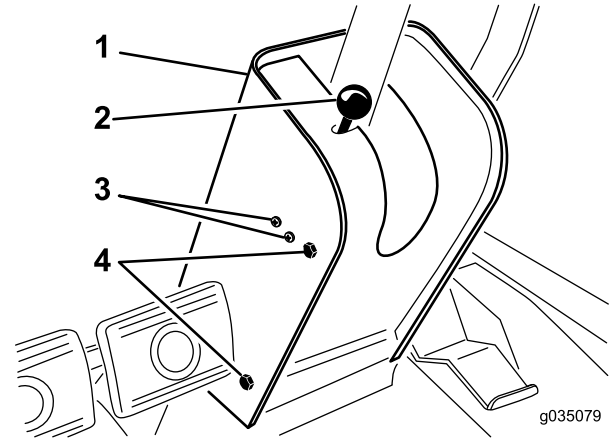

Figure 75
2. Retirez le pommeau de la tige du frein de stationnement et les vis du couvercle de la colonne de direction (Figure 75).
4. Desserrez les vis et écrous qui fixent le contacteur du frein de stationnement sur la gauche de la colonne de direction (Figure 75).